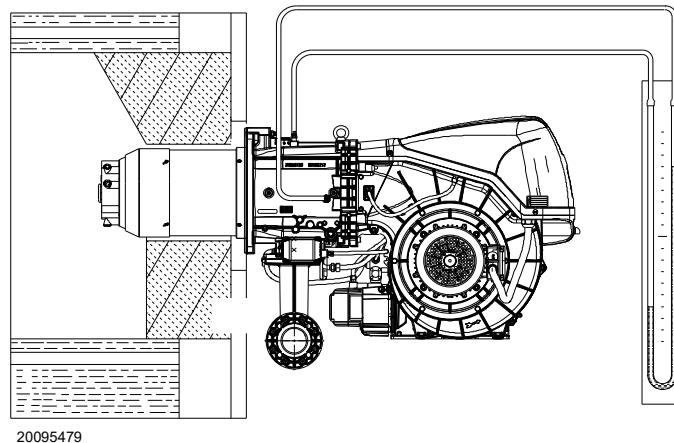

Fig. 29
- Montați un manometru de tip U sau diferențial (Fig. 29), cu priza (+) pe manșonul de presiune a gazului și (-) în camera de ardere.
Sosirea gazului la manșon este evidențiată de manometrul în formă de U (Fig. 29).